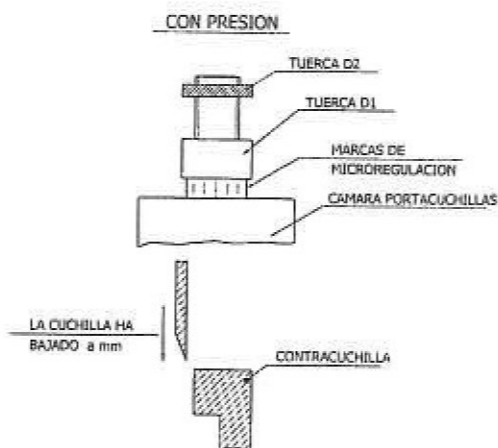

Fig. 8
E) abrir lentamente la válvula **A**; la cuchilla, por efecto del aire introducido en la cámara, comienza a descender la distancia que le permita la tuerca de regulación de bloqueo, es decir **a** mm (Fig. 8)